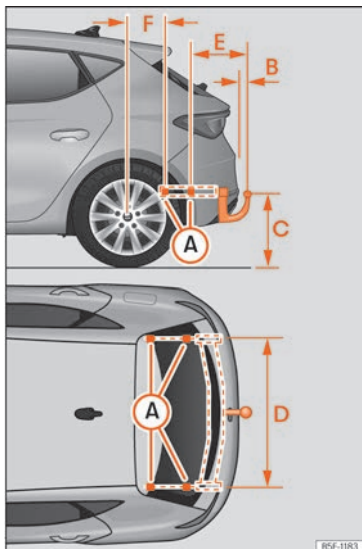

Fig. 195 Cotes et points de fixation pour l'installation d'un dispositif d'attelage en deuxième monte.
La cote allant du centre de la boule jusqu'au sol »» fig. 195 (A) ne doit en aucun cas être inférieure à celle indiquée. Cette instruction vaut également pour le véhicule entièrement chargé, y compris la charge verticale maximale techniquement admissible sur la flèche de timon.
Cotes de distance »» fig. 195: